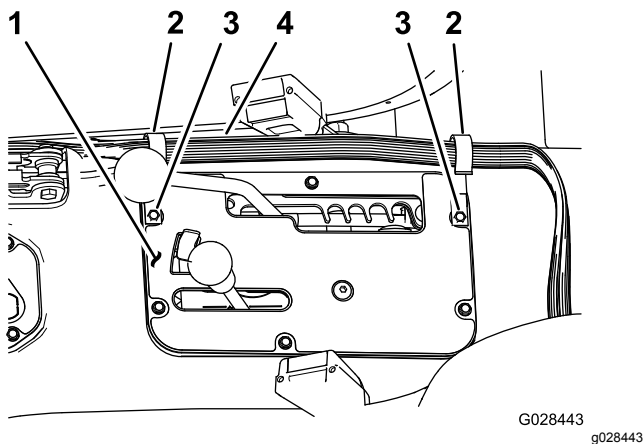

Figura 20
1. Installate 2 fermagli a J sulla consolle centrale nei punti indicati in Figura 19 o Figura 20 usando le viti esistenti.